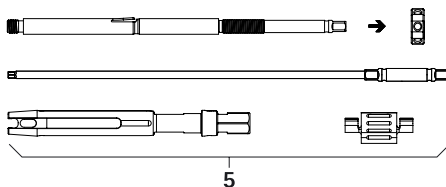

Fig. 3
- Desmontar completamente a alavanca de reposição percutânea 5, ver Fig. 3 e desapertar a porca tensora.